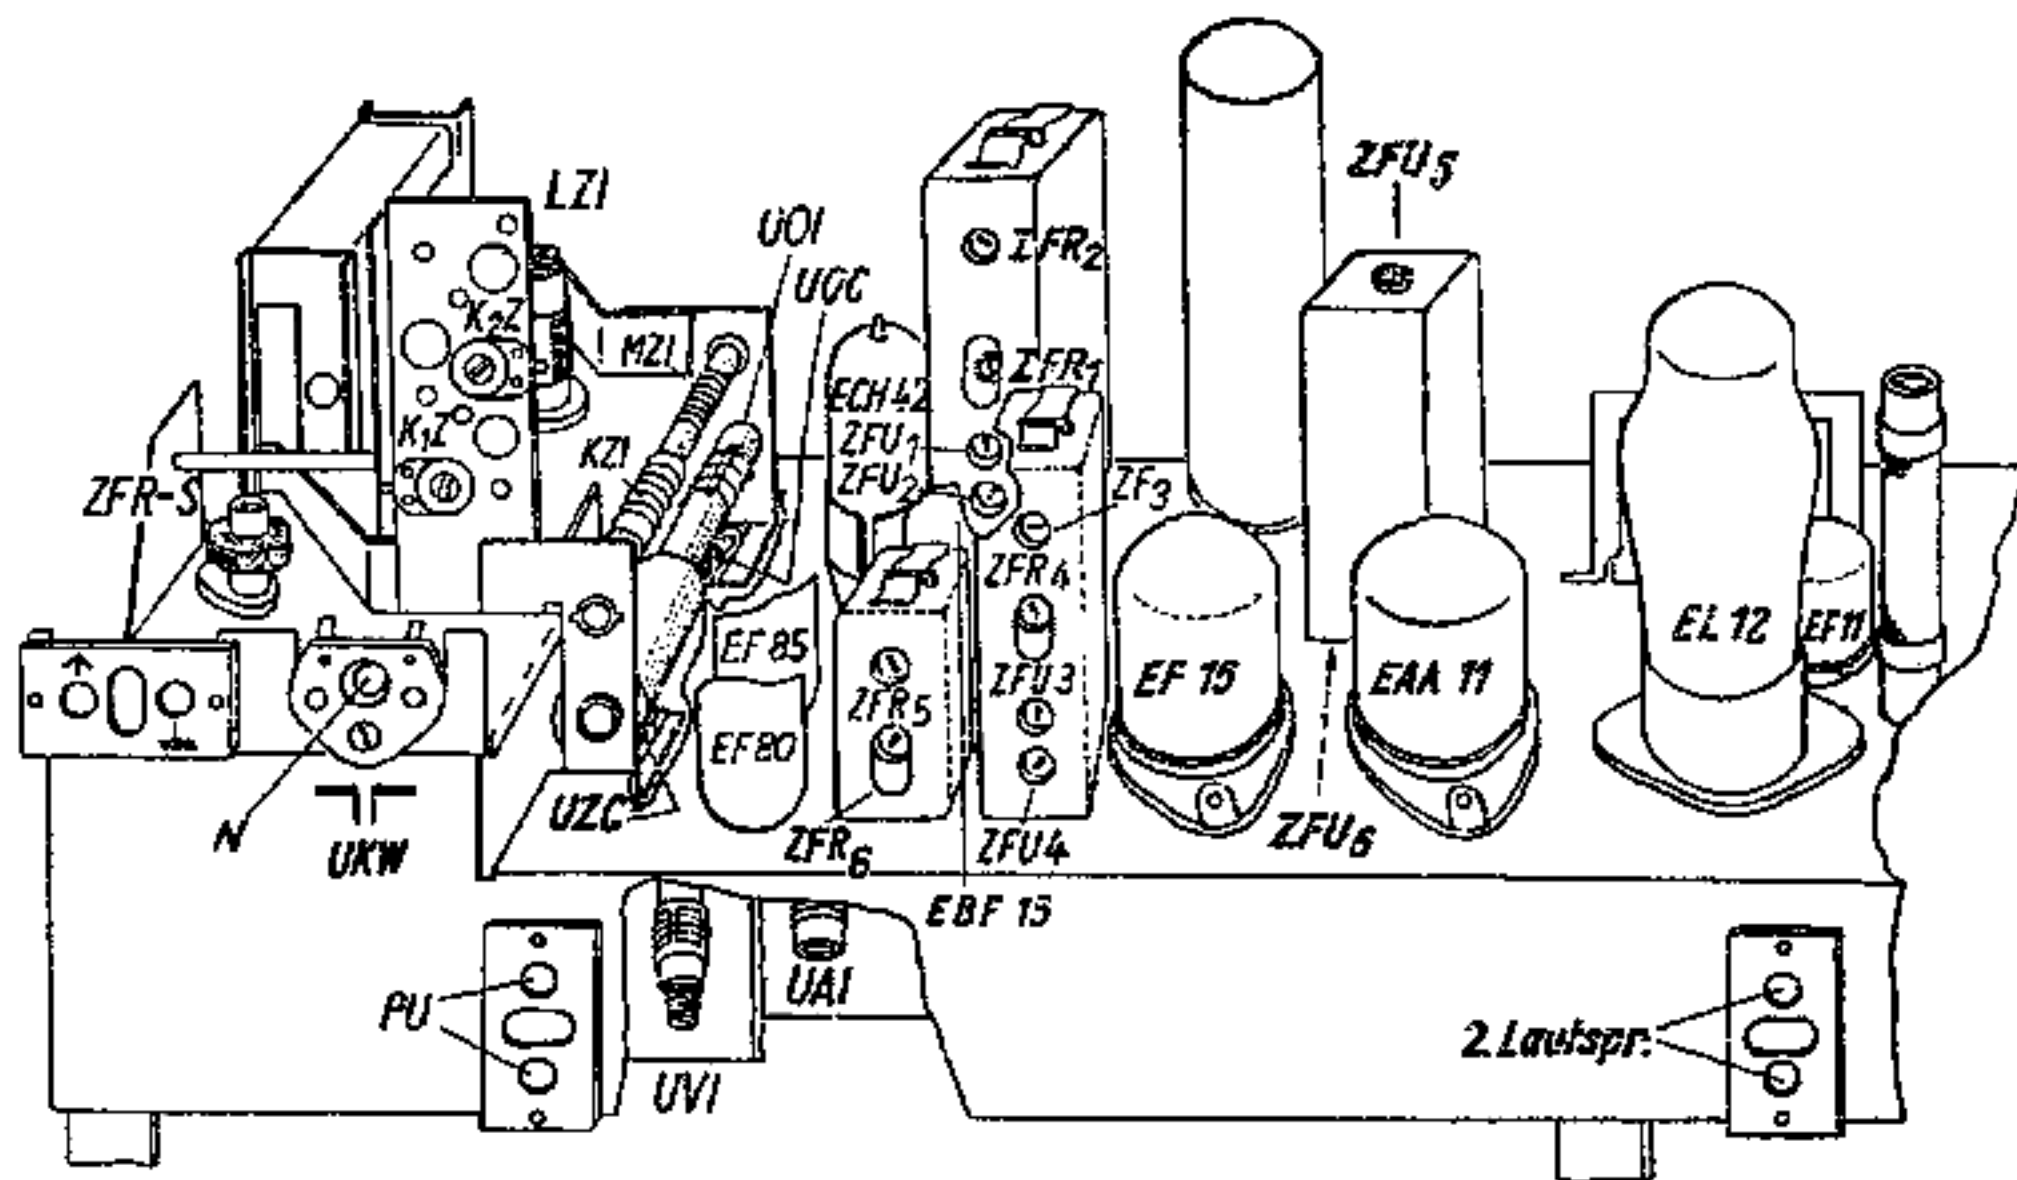

Abb. 2
3. Die einzelnen ZFU-Bandfilter-Kreise und das Ratiofilter (siehe Abb. 2) sind so einzustellen, daß das Schirmbild eine symmetrische S-Kurve zeigt. Der Durchgang des mittleren, geradlinigen Teiles der S-Kurve muß bei 10,7 MHz liegen. Der Wobbelhub des RKS muß mindestens auf 1,5 MHz eingestellt werden.
Die Lage der Abstimmkerne ist aus Abb. 2 und 3 ersichtlich. Sämtliche verschiebbaren Spulen und HF-Kerne, die nicht durch Gummi-Bremsefäden gesichert sind, sind mit Wachs festzulegen.